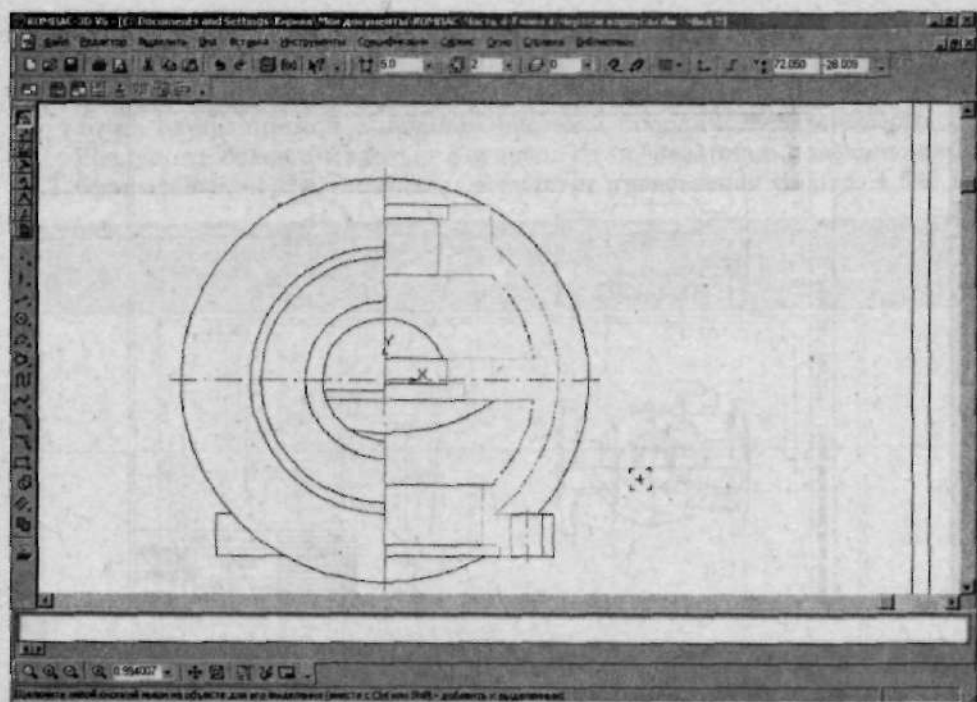

Рис. 4.56. Выделите контур, внутри которого будет создана штриховка
3. Начнем наносить штриховку с вида слева. Как вы уже знаете, чтобы создать штриховку, можно щелкнуть мышью внутри замкнутого контура, в результате внутренняя область окажется заштрихованной. Но этот метод не всегда удобно и целесообразно использовать, поэтому рассмотрим прочие возможности указания области штриховки. Так, активируйте вид #Слева, а затем на нем выделите границы контура, внутри которого необходимо создать штриховку (рис. 4.56). Для того чтобы выделить границу щелкните по ней левой кнопкой мыши. Чтобы добавить элемент к уже выделенным, нужно щелкнуть по нему, удерживая нажатой клавишу Ctrl.